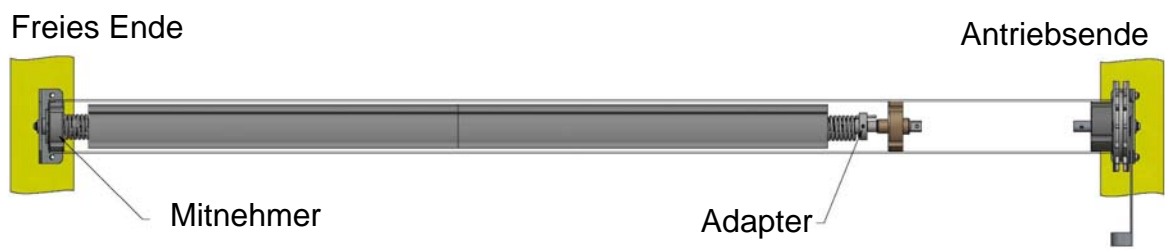

Abb. 4b, RH Tür, antriebsseitiger Haltewinkel rechts
- Mitnehmer (E1) auf Kettenrad schieben, das am antriebsseitigen Haltewinkel (D1) angebracht ist, und den Mechanismus mit mitgelieferten M8-Befestigungsschrauben am Gebäude befestigen, Abb. 4a. Die Ausrichtung des antriebsseitigen Haltewinkels wurde nach Ihren Spezifikationen beim Bestellen des toren festgelegt, Abb. 4b / 4c, die Feder ist auf der gegenüberliegenden Seite angebracht. Falls Sie den Antriebshaltewinkel auf der gegenüberliegenden Seite anders als bestellt anbringen möchten, so befolgen Sie dazu bitte die Anleitungen im Anhang 1.